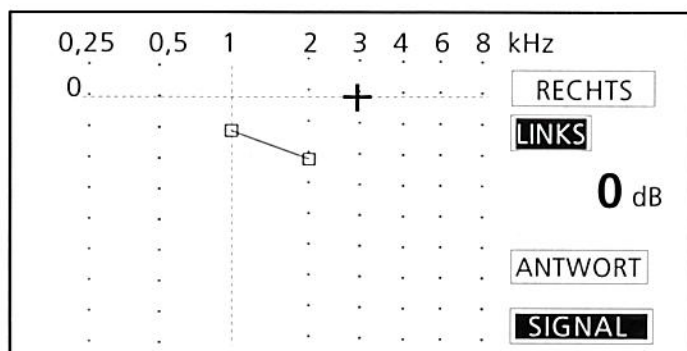

Bild 10 Test linkes Ohr
- Nach Beendigung des Tests ist die Hörschwelle sichtbar. Mit Hilfe der Tasten ◀ ⑰ ▶ ⑳ können Sie nun von einem Messpunkt zum nächsten springen. Der Testpegel, bei dem der Patient das Hören des Signals signalisiert hat, wird jeweils im Display angezeigt.
- Mit der Schmetterling - Taste L/R wählen Sie jetzt das linke Ohr als Testohr aus. Es leuchtet die Anzeigelampe (LED) im linken abgebildeten Vogel ①. Das Feld links ist auf dem Anzeigedisplay markiert.
- Die gehörten Töne werden mit einem Kästchen □ für links markiert (Bild 10).